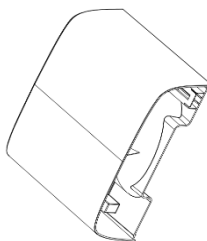

Fig. 2
2. Deseche el agua recogida. (Fig. 2)
3. Una vez que esté vacío, vuelva a colocarlo en el aparato. Al reemplazar, pulse el depósito firmemente en su lugar con las dos manos. Si el depósito no está colocado correctamente, el sensor "WATERFULL" se activará y el deshumidificador no funcionará. (Fig. 2)